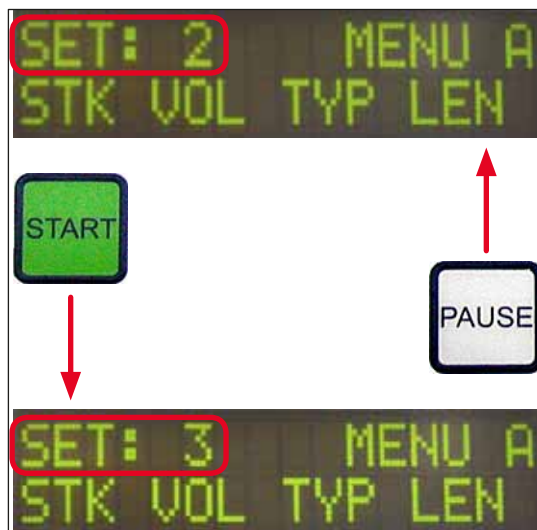

Bild 39
- ① Det finns sammanlagt fyra program (**SET 1** till **SET 4**) som kan lagras i instrument med olika parameterinställningar.
- När du trycker på **PAUSE** (PAUS) öppnas närmaste lägre program (→ Bild 39).